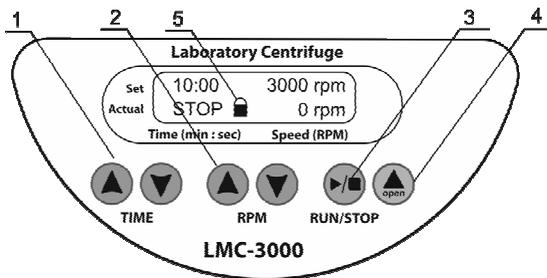

Abb. 3 Steuerung.
- 4.4. Schließen Sie vorsichtig und sanft die Klappe, bis Sie ein Klicken hören. Die Anzeige STOP und das -Symbol werden in der unteren Zeile des Displays angezeigt (Abb. 3/5).
- 4.5. Stellen Sie mit den Tasten ▲ und ▼ **TIME** (Zeit) (Abb. 3/1) das gewünschte Zeitintervall ein (0-90 Min, Schrittweite beträgt 1 Min).
- 4.6. Stellen Sie mit den Tasten ▲ und ▼ **RPM** (Abb. 3/2) die gewünschte Geschwindigkeit ein (100-3000 rpm Schrittweite beträgt 100 rpm). Die Geschwindigkeit kann auch während des Betriebs angepasst werden.
- 4.7. Drücken Sie die Taste **Run/Stop** (Laufen/Stop), (Abb. 3/3), um die Zentrifugierung zu starten. Die blinkende Anzeige RUN (Laufen) und die aktuelle Geschwindigkeit werden in der unteren Zeile angezeigt. Der Timer in der oberen Zeile beginnt mit dem Countdown, sobald die eingestellte Geschwindigkeit erreicht ist (die Anzeige RUN [Laufen] leuchtet konstant).
- 4.8. Die Zentrifugierung stoppt automatisch, sobald die eingestellte Zeit erreicht ist, während auf dem Display die Anzeige STOP blinkt. Ein akustisches Signal ertönt nach vollständigem Stillstand des Rotors (drücken Sie die Taste **RUN/STOP** [Laufen/Stop] (Abb. 3/3), um das Signal auszuschalten).
- 4.10. Drücken Sie die Taste **OPEN** (Öffnen) (Abb. 3/4) und öffnen Sie den Deckel, indem Sie ihn mit einer Hand nach oben heben (die Klappe kann nur bei Stillstand des Rotors geöffnet werden). Das Display zeigt OPEN (Offen) an.